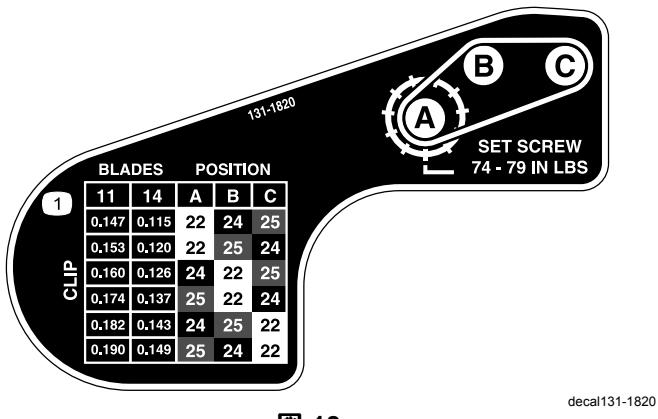

図 18
6. 図18のデカルにある表を参考にして希望するクリップを決定し、そのクリップにセットするためにはどのプーリを移動させる必要があるかを調べる。
9. 各プーリを、それぞれの新しい位置に取り付ける図18。